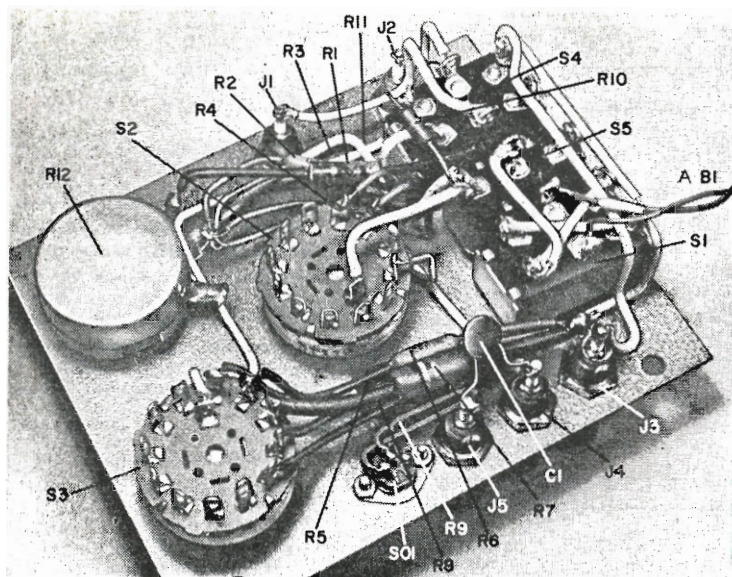

Fig. 1 - Tutte le parti, ad eccezione della batteria e dei relativi supporti, sono montate sul pannello frontale della piccola scatola metallica.
**Costruzione** - Seguendo il metodo costruttivo illustrato nella *fig. 1* e nella *fig. 2*, tutto il circuito dell'adattatore può essere comodamente sistemato dentro una scatola metallica da  $12,5 \times 10 \times 7,5\text{ cm}$ . Come prima operazione occorre realizzare il pannello frontale, e praticare su esso i fori necessari ed adatti alle parti usate. Montate poi le parti nei rispettivi fori e con etichette indicate le posizioni e le funzioni dei controlli e dei jack. Prestate particolare attenzione nel contrassegnare  $S2$  e  $S3$  (commutatori di portata " $h_{FE}$ " e "Perdite") in modo che corrispondano alle portate indicate nella "Tabella Resistenze di Portata" del vostro strumento.
Collegate il condensatore ed i resistori del circuito usando come guida la fig. 1 e lo schema. Per ottenere 6.000  $\Omega$ , si possono collegare in parallelo resistori da 10.000  $\Omega$  e 15.000  $\Omega$ ; per ottenere 60.000  $\Omega$  si possono collegare in parallelo resistori da 100.000  $\Omega$  e 150.000  $\Omega$ ; per ottenere circa 380.000  $\Omega$  si possono